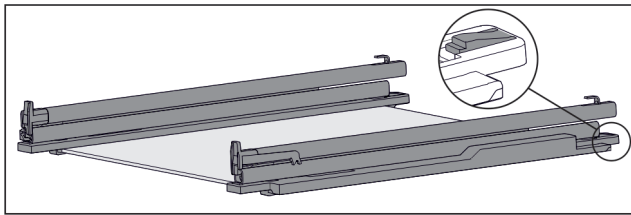

Fig. 197 带轨道和固定件的玻璃隔板
- ▶ 将固定件后部向下压(参见 Fig. 197)，同时向后推轨道。